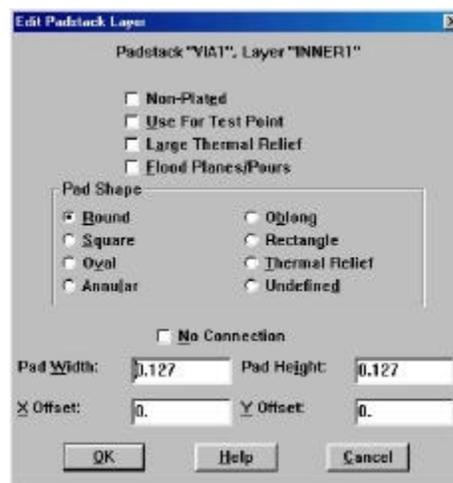

Figura 4.25 Ventana de propiedades de las vías.
- 3 En la caja de dialogo *Edit Padstack Layer* modifique las propiedades de las vías (ver figura 4.25).